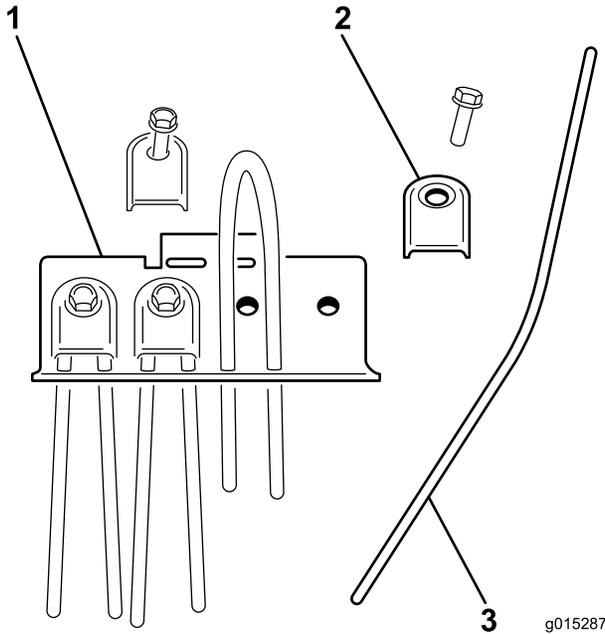

図 28
1. タインリテーナを外し、交換したいタイン破損しているタインを取り外す 図 28。